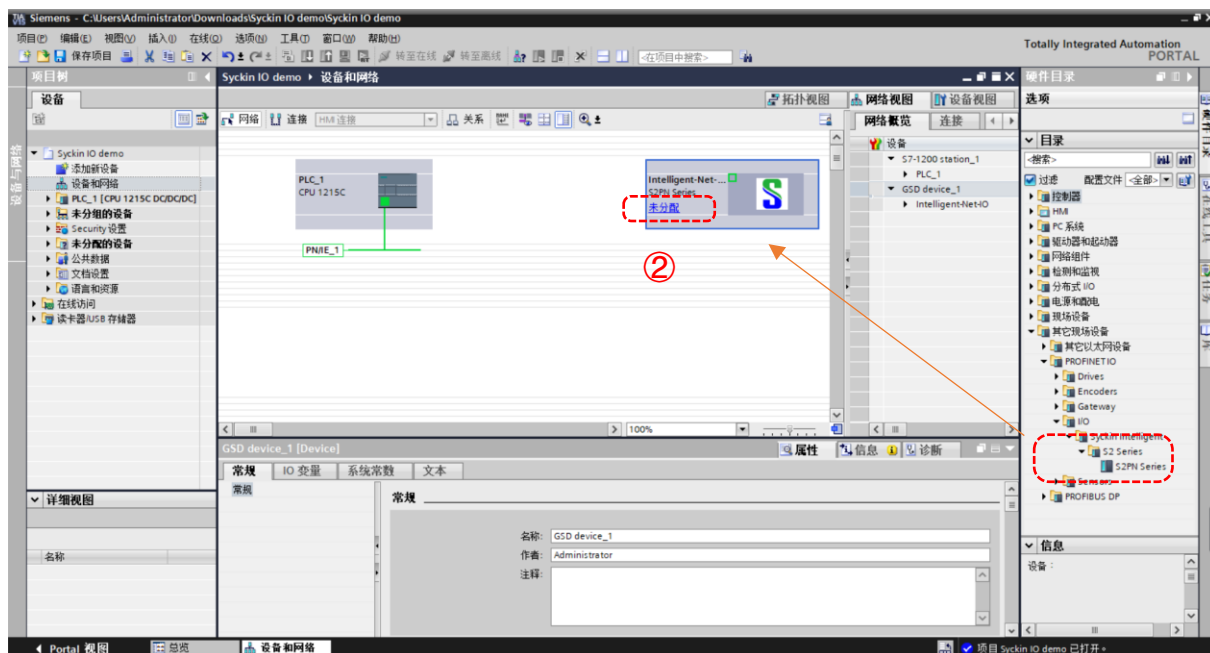
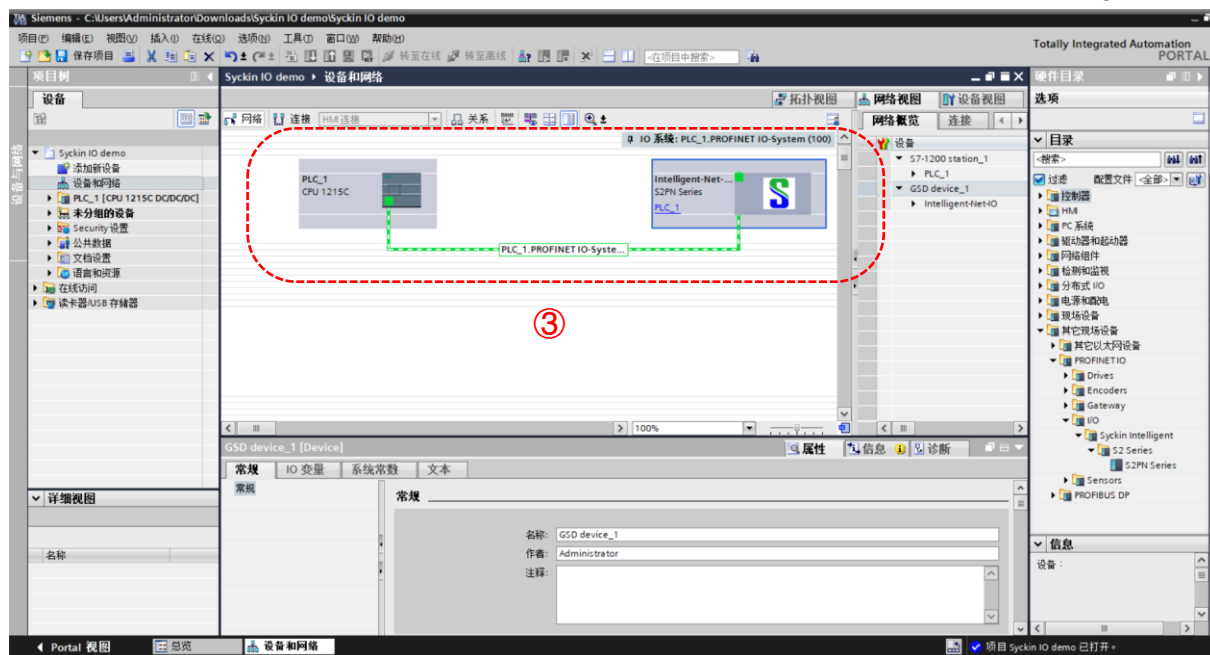

图 3.120
图 3.121
将需要的型号拖到组态区域，再连接 PN 网络，完成网络组态，如图 3.120，网络组态完成如图 3.121 的③